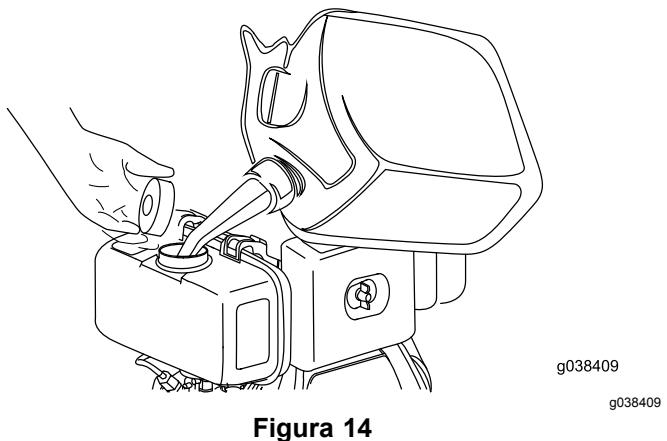

Figura 14
3. Añada combustible al depósito de combustible hasta que el nivel llegue al anillo rojo (Figura 13 y Figura 14).